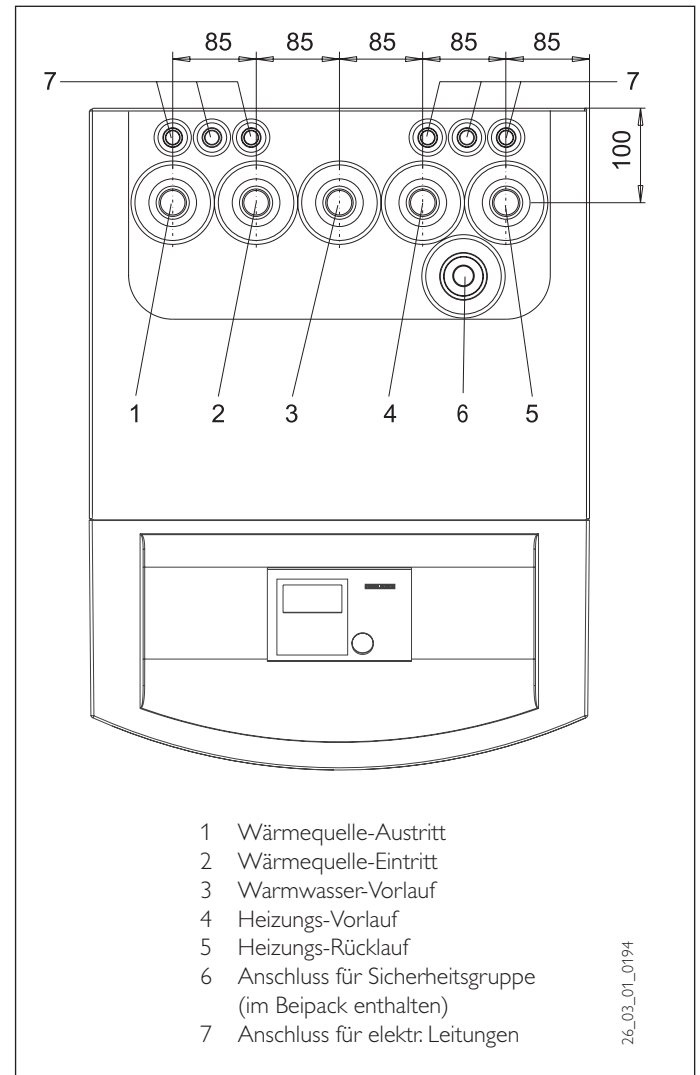

Abb. 9
Auf den richtigen Anschluss des Heizungsvorlaufs und -rücklaufs ist zu achten (Abb. 9). Um die wasserseitige Körperschallübertragung zu reduzieren, sind flexible Druckschläuche erforderlich (Best.-Nr. siehe Abschnitt 2.3). Die Wärmedämmung ist entsprechend der Energieeinsparverordnung auszuführen.
Der oberste Tauscheranschluss des Warmwasserspeichers ist mit dem Warmwasservorlauf der WPW (siehe Abb. 9) zu verbinden. Der unterste Tauscheranschluss des Warmwasserspeichers muss mit dem Rücklaufanschluss der WPW verbunden werden. Dazu ist hinter dem Schwingungsdämpfer, der direkt an die WPW anzuschließen ist, ein T-Stück zu setzen, dass die Rückläufe vom Heizungskreis und vom Warmwassererwärmungskreis zusammenführt.
- Alle Anschlussleitungen sowie Fühlerleitungen müssen durch die vorgesehenen Durchführungen in der Rückwand geführt werden (Pos. 7 in Abb. 9).